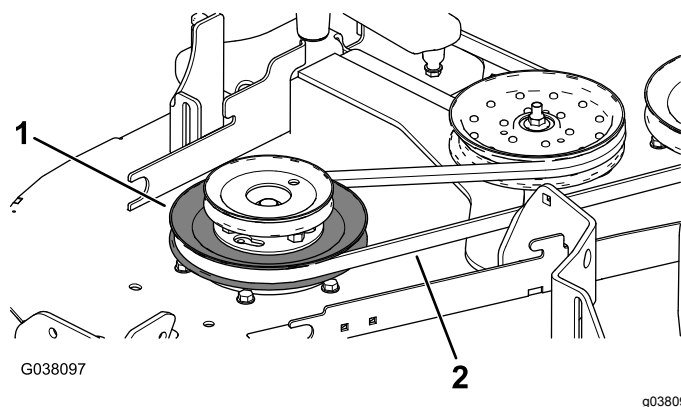

Figure 13
6. Chaussez la courroie du plateau de coupe sur la poulie inférieure de la double poulie (Figure 13).